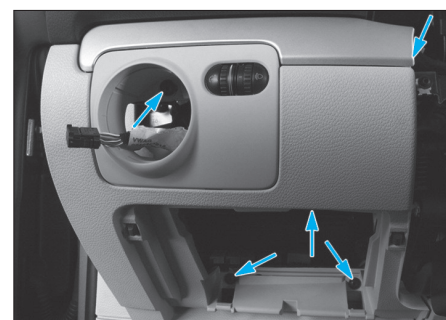

Fig. 31
- les trois fixations pour déposer la garniture inférieure gauche du conducteur (**Fig.31**),